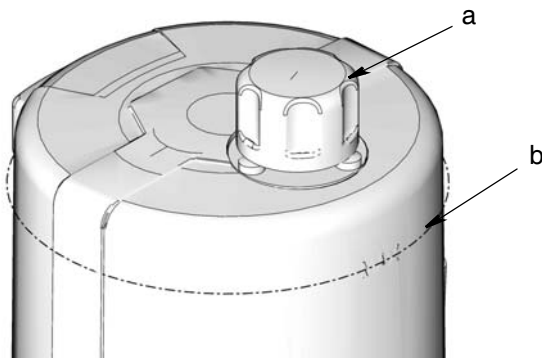

FIG. 16
- No llene en exceso (FIG. 16).